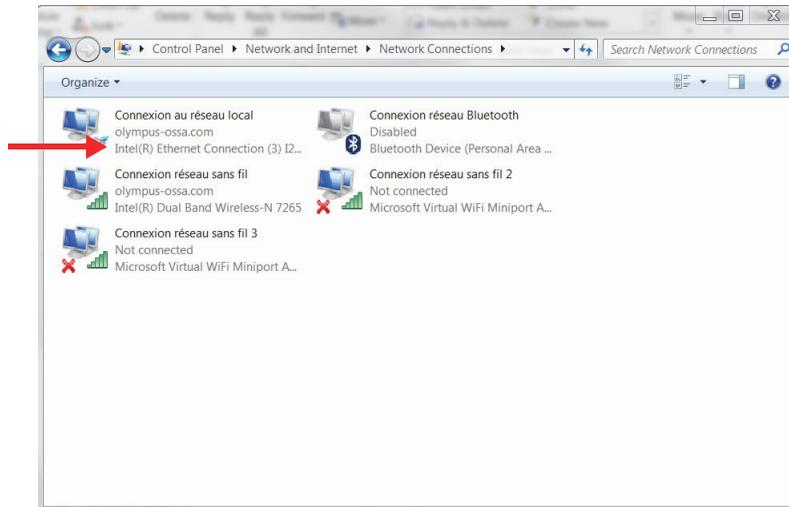

图 1-5 网络连接
1. 打开**Control Panel**（控制面板）中的网络连接列表，并确认用于连接FOCUS PX设备的连接（参见第26页的图 1-5）。